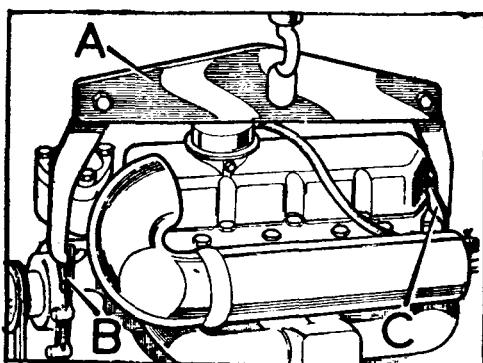

Fig. A1-10 Dispositivo elevador del motor
1.7. Instalar sobre los ganchos de elevación del motor, B y C (Fig. A1-10), una brida o cadena, A, y empleando un dispositivo elevador adecuado, subir el motor hasta que los soportes de fijación del mismo se separen de los tacos de apoyo.
- 2.2. Instalar en su sitio el colector de admisión, A (Fig. A1-10), fijándolo - con sus tuercas y arandelas, D, sin apretarlas del todo.